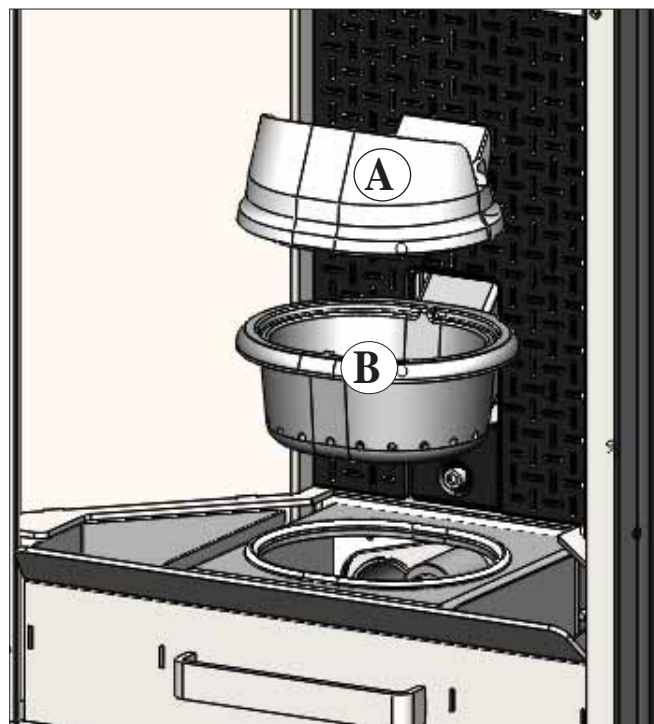

fig. 1
Efter normal rengøring, kan en **FORKERT** samling af den øvre (A) (fig. 1) og nedre (B) (fig. 1) del af brændeskålen påvirke brændeovnens funktion negativt.